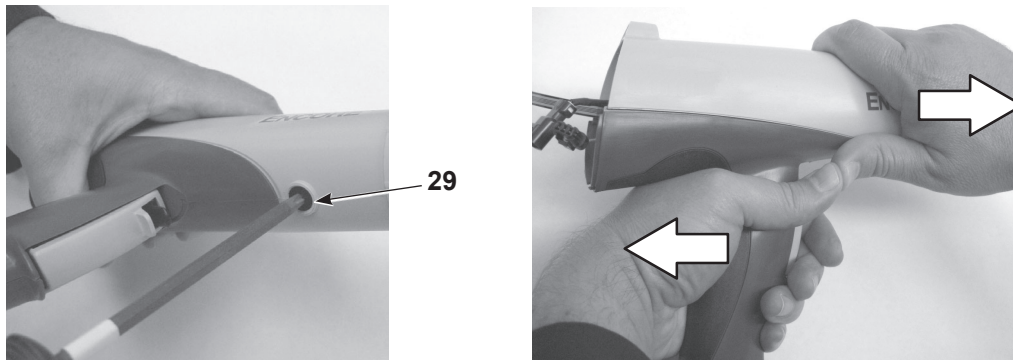

Figure 12 Dépose du corps du pistolet de la poignée
4. Voir la Figure 12. Retirer la vis en nylon noire (29) du corps du pistolet.